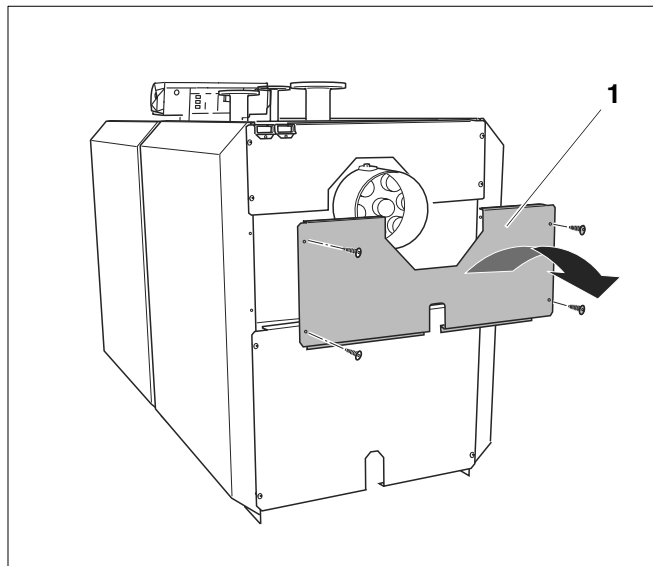

Fig. 47 Demontarea plăcii centrale din spate
- Desfaceți șuruburile plăcii centrale din spate (fig. 47, **poz. 1**) și scoateți placa din spate în direcția săgeții.